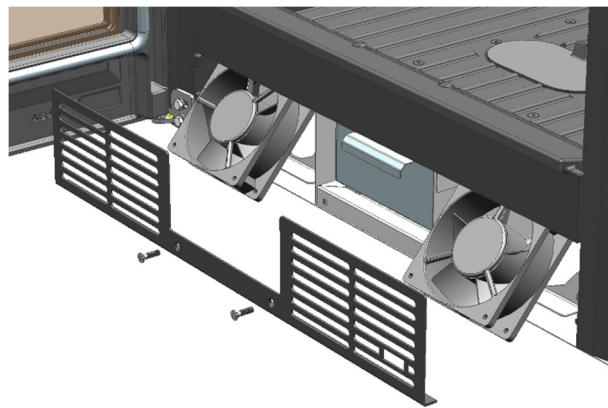

Fig.3
9. Retire-os em ângulo pela boca frontal. (Fig. 3)